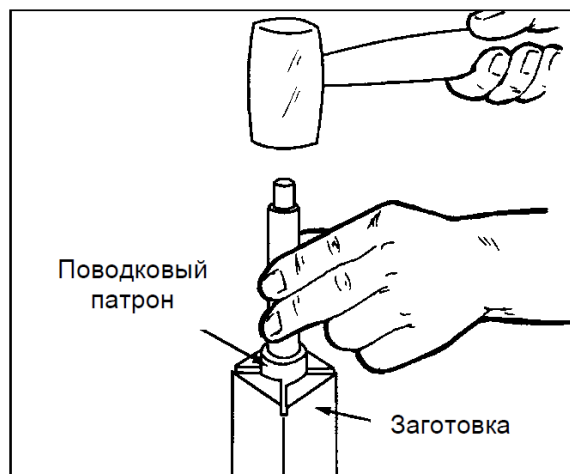

Рис. 10-4
- Загоните поводковый патрон в заготовку примерно на 6 мм, постучав по нему деревянным молотком или молотком с резиновым набалдашником, как показано на Рис. 10-4. Будьте осторожны, не расколите заготовку. **Не стучите стальным молотком по поводковому патрону и не насаживайте заготовку на поводковый патрон, установленный на шпинделе станка.**